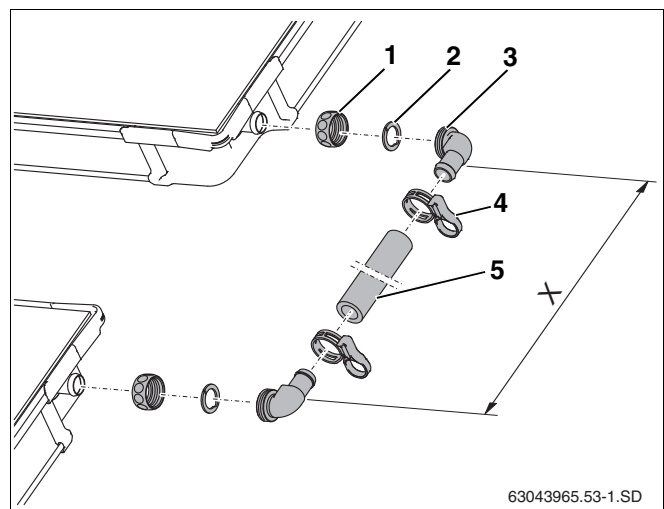

Рис. 60 Комплект для соединения двух рядов коллекторов
- ▶ Наденьте накидные гайки (рис. 60, поз. 1) на штуцеры коллектора.
- ▶ Уложите зажимную шайбу (рис. 60, поз. 2) за выступ штуцера коллектора и нажмите на неё.
- ▶ Наденьте на штуцер угловой наконечник с кольцом (рис. 60, поз. 3), надавив на него, выровняйте и затяните накидной гайкой.
- ▶ Измерьте расстояние между угловыми наконечниками (размер X) при смонтированных коллекторах и соответственно обрежьте шланг (рис. 60, поз. 5).
- ▶ Наденьте шланг на угловые наконечники и зажмите пружинными хомутами (рис. 60, поз. 4).